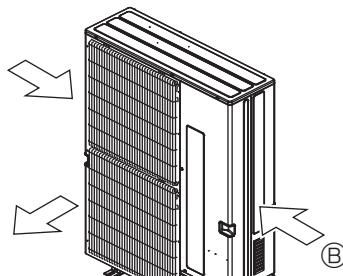

Fig. 2-17
- ② Plaats het apparaat indien mogelijk zo dat de luchtauitlaat in dezelfde richting blaast als de seizoenswinden. (Fig. 2-17)